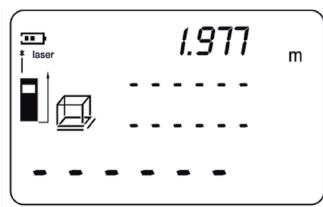

Abb. 12
- Die Read-Taste betätigen, um die gemessene Länge in der ersten Zeile des Displays anzuzeigen. Die Zeile für die Breite im -Symbol beginnt zu blinken (Abb. 12).